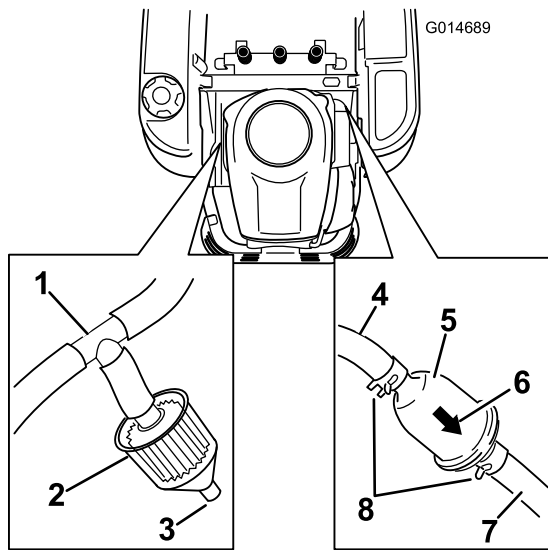

Figure 35
3. Soulevez le siège et localisez les filtres à carburant, comme illustré à la Figure 35.
4. Pincez les extrémités des colliers et faites glisser ceux-ci pour les éloigner du filtre (Figure 35).
6. Montez un filtre neuf en veillant à pointer la flèche indiquant le sens d'écoulement vers le moteur. Rapprochez les colliers de flexibles du filtre (Figure 35) pour le fixer en place.
Certaines machine sont équipées d'un filtre antipollution (Figure 35) monté sur un raccord en T sur la conduite de dégazage venant du réservoir de carburant. Le filtre est conçu avec un orifice ouvert. Examinez régulièrement le filtre. Remplacez le filtre s'il est encrassé ou colmaté.